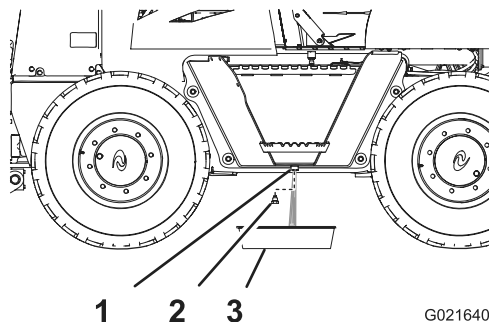

Рисунок 53
2. Отверните сливную пробку топливного бака и слейте воду (Рисунок 53).
3. Когда начнет выходить чистое топливо, установите сливную пробку и надежно затяните ее (Рисунок 53).